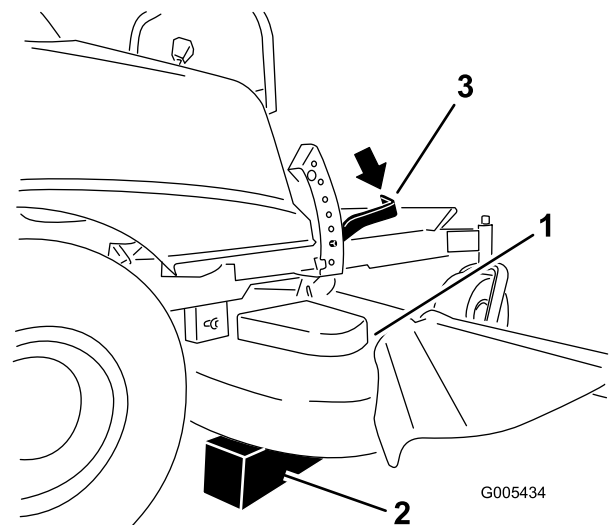

Figura 1
- Eleve la plataforma a la altura de corte más alta. Coloque bloques debajo de la plataforma para apoyarla en la posición de altura de corte más baja, o segunda más baja (Figura 1).
- Baje la plataforma hasta que descance sobre los bloques (Figura 1). Esto le permitirá retirar con seguridad la palanca de elevación de la altura de corte.